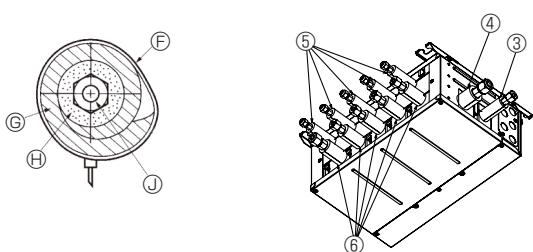
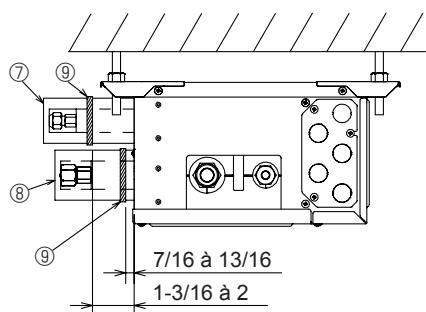

Fig. 7-4
Fig. 7-5
- Isolez les tuyaux de liquide et de gaz du boîtier de dérivation en appliquant de la mousse polyéthylène résistante à la chaleur tout autour. (Fig. 7-4) Sinon, il pourrait en résulter des blessures lors du raccordement des tuyaux ou des fuites d'eau en raison de la condensation sur ces derniers. Tout raccordement incorrect engendre un dysfonctionnement.
- (5) Appuyez les cache-tuyaux ⑤ sur les tuyaux de liquide contre l'appareil et enroulez-les pour les maintenir en place. (Fig. 7-4)
- (6) Appuyez les cache-tuyaux ④ et ⑥ sur les tuyaux de gaz contre l'appareil et enroulez-les pour les maintenir en place. (Fig. 7-4)
- (7) Fixez les sangles fournies ⑨ à 7/16-13/16 pouces (10 à 20 mm) de chaque extrémité des cache-tuyaux (③④⑤⑥).
- (8) Si l'appareil intérieur n'est pas raccordé, raccordez les cache-tuyaux (avec les bouchons, ⑦ et ⑧) sur les branchements des tuyaux de réfrigérant du boîtier de dérivation contre l'appareil afin d'éviter un écoulement de condensation des tuyaux. (Fig. 7-5)
- (9) Fixez les cache-tuyaux (⑦⑧) à l'aide des sangles fournies ⑨.
- ⑤ Sangle (3.1 Accessoire n° ⑨)
- ⑥ Cache-tuyaux (3.1 Accessoire n° ③④⑤⑥)
- ⑦ Isolant thermique pour tuyau de réfrigérant
- ⑧ Tuyau de réfrigérant
7.2. Gestion des orifices de raccordements qui ne sont pas raccordés à l'appareil extérieur (Fig. 7-5)